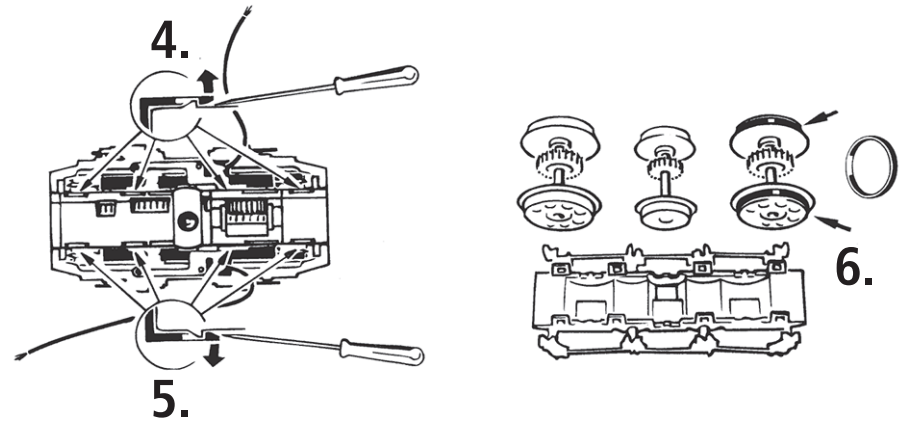

Fig. 8
2. Schmierung: Versehen Sie die im Schmierplan in Fig. 8 gekennzeichneten Stellen mit nur **kleinen Öltropfen**. Dazu zuerst das Lokgehäuse abnehmen (Fig. 3). Wir empfehlen den **ROCO Öler Art.-Nr. 10906**. Fürs Schmieren der Getriebeteile (Zahnräder, Schnecke) empfehlen wir das **ROCO-Spezialfett Art.-Nr. 10905**. Im Falle der Schmierung diese Teile **nicht ölen**.
2. Lubrication: Apply **tiny oil drops** to spots marked in fig. 8. Prior to lubrication dismantle locomotive (fig. 3). We recommend using item no. **10906, Roco oiler**. For lubrication the gearparts (e.g. cogwheels, worm) we would recommended our Roco **special grease** (item no. **10905**).
2. Graissage: N'appliquez **qu'une tout petite goutte** aux endroits indiqués par le plan de graissage (fig. 8) après avoir démonté la caisse de la locomotive (fig. 3). Nous vous recommandons **le graisseur à huile Roco réf. 10906**. Pour graisser les engrenages (roues dentées, vis sans fin) nous vous conseillons la **graisse spéciale Roco réf. 10905** pour engrenages en matières synthétiques. Lorsque vous utilisez cette graisse il faut éviter d'huiler ces composants.